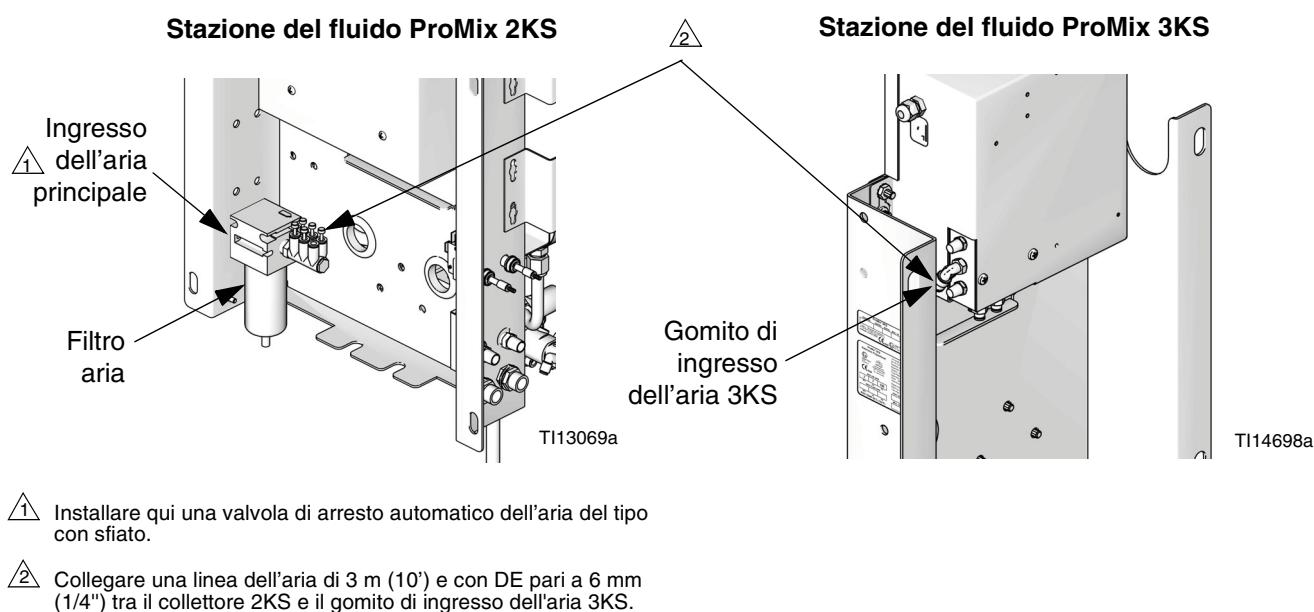

FIG. 6. Collegamento dell'aria dalla stazione del fluido ProMix 2KS alla stazione del fluido ProMix 3KS
2. Installare una valvola di arresto automatico dell'aria del tipo con sfiato nell'ingresso del filtro aria di comando sulla stazione del fluido per montaggio a parete 2KS. Vedere la FIG. 6.